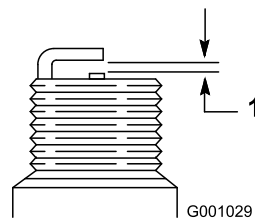

Figura21
4. Setări spațiul dintre electrozi pe o nouă bujie la 0,76 mm (0,030 inch) (Figura21).